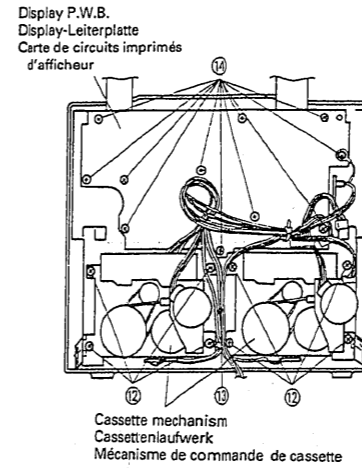

Fig. 7 Abb. 7 Fig. 7
12. Mécanisme de commande de cassette (Fig. 7)
13. Amortisseur (Fig. 7)
15. Carte de circuits imprimés d'afficheur (Fig. 7)